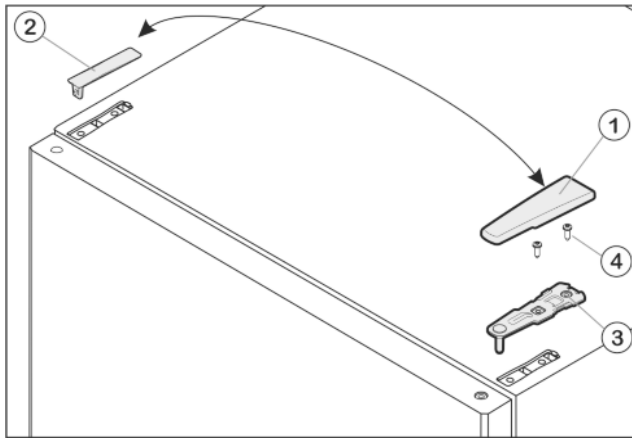

Fig. 6
- ▶ Потяните крышку Fig. 6 (1) вперед и вверх.
- ▶ Снимите крышку Fig. 6 (2).
- ▶ Открутите верхний опорный кронштейн Fig. 6 (3)(2 шт. Torx® 25) Fig. 6 (4) и вытяните вверх.
- ▶ Установите верхний опорный кронштейн Fig. 6 (3) на новой стороне шарнира и защелкните в дверце.
- ▶ Привинтите верхний опорный кронштейн (**с моментом 4 Нм**)(2 шт. Torx® 25) Fig. 6 (4). При необходимости проделайте отверстия или используйте аккумуляторную отвертку.
- ▶ Наденьте и защелкните крышку Fig. 6 (1) и крышку Fig. 6 (2) на противоположной стороне снаружи.